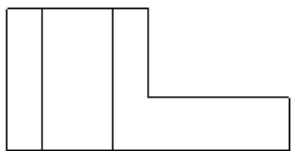
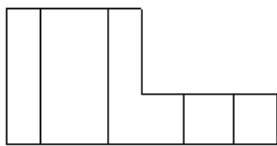

图 4.9.23 平移复制直线 1
图 4.9.24 平移复制直线 5
③ 选择 **Horiz (水平)** 命令，系统提示 **输入值[退出]**，在其后文本框中输入平移值 30，单击 按钮。
④ 在系统 **输入复制数[退出]:** 的提示下，输入数量 1，单击 按钮，完成后图形如图 4.9.23 所示。
(3) 平移复制 3。
- ① 在功能选项卡区域的 **草绘** 选项卡中选择 **编辑** ▾  **平移并复制** 命令。
- ② 选中直线 5 为平移对象，单击中键，系统弹出 **GET VECTOR (得到矢量)** 菜单。
- ③ 选择 **Horiz (水平)** 命令，系统提示 **输入值[退出]**，在其后文本框中输入平移值-12.5，单击  按钮。
- ④ 在系统 **输入复制数[退出]** 的提示下，输入数量 1，单击  按钮。如图 4.9.24 所示。
- (4) 平移复制 4。
- ③ 选择 **Horiz (水平)** 命令，系统提示 **输入值[退出]**，在其后文本框中输入平移值-27.5，单击  按钮。
- ④ 在系统 **输入复制数[退出]** 的提示下，输入数量 1，单击  按钮，完成后图形如图 4.9.24 所示。